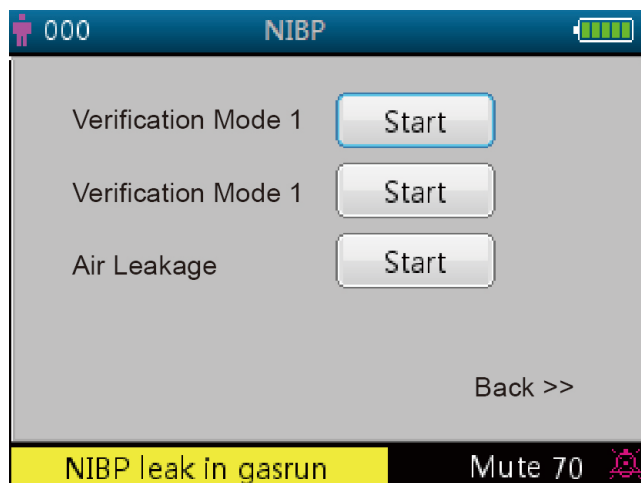

Figura 4.10 Schermata di impostazione della verifica NIBP
- ✧ **"More >> " (Altro):** icona per visualizzare la parte sottostante della pagina. Spostare il cursore all'ultima voce ("Lock") per poi premere brevemente il tasto Giù "  " per accedere alla schermata di impostazione della verifica NIBP, come mostrato in figura 4.10.